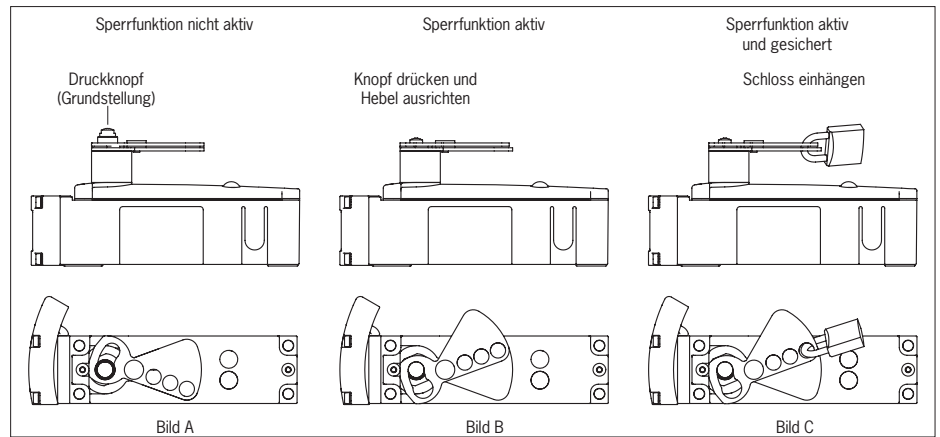

Bild 7: Sperreinsatz verwenden
2. Knopf drücken, Sperreinsatz in Sperrstellung bringen (Bild 7, A und B) und mit Schloss sichern (Bild 7, C)
3. Sperreinsatz in Grundstellung bringen (Bild 7, A)